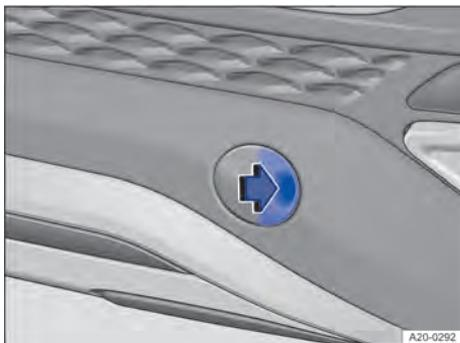

Fig. 141 En el lado derecho del paragolpes trasero: retirar la tapa.
- Presione en el lateral de la tapa en el sentido de la flecha para desencastarla → fig. 141.